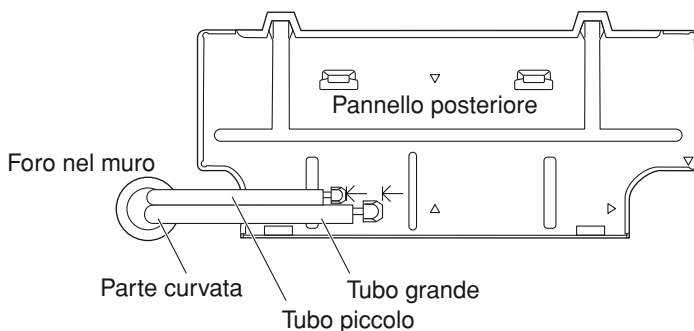

Fig. 38a
- (1) Far passare la tubazione e il tubo flessibile di scarico attraverso il muro, destinando una lunghezza sufficiente al collegamento. Quindi curvare la tubazione con un attrezzo piegatubi per eseguire l'allacciamento. (Fig. 38a)
- (2) Scambiare di posto il tubo flessibile e il tappo di scarico.